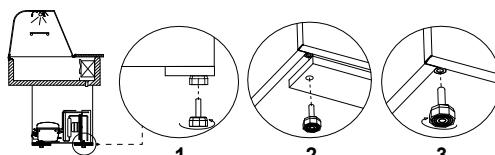

Abb.5 Entfernen der Holzbühne
- Die Anlage auspacken und das Holzpodest, dass auf der Grundlage vorhanden ist, entfernen (ausgeschlossen von fahrbaren Anlagen und Anlagen von Typ: N, N2 und Z) Abb.5 .